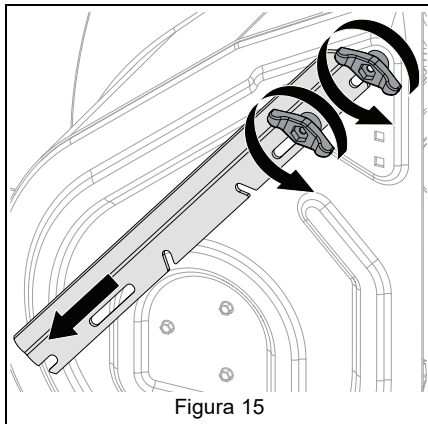

Figura 15
1. Allentare i pomelli ad alette e spostare il cantonale verso il basso. Vedere Figura 15.